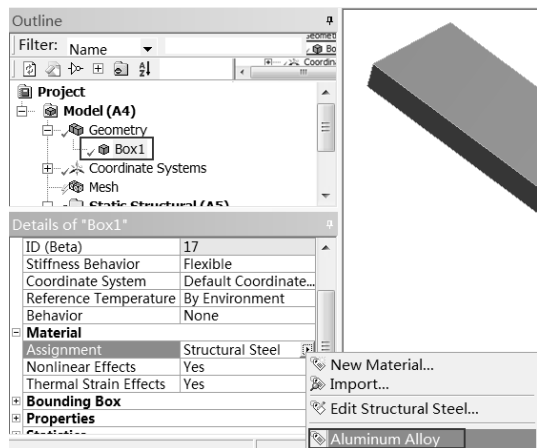

图 4-38 变更材料
Step2 : 选择 Mechanical 界面左侧 Outlines (分析树) 中 Geometry 选项下的 1, 此时即可在 Details of “1” (参数列表) 中给模型添加材料, 如图 4-38 所示。